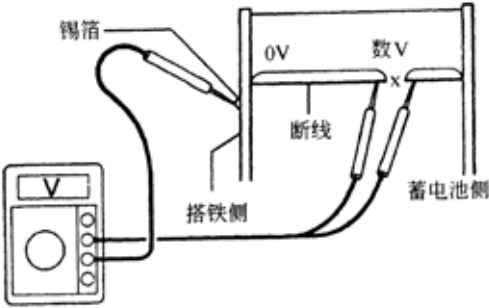

图 9-237
4)在蓄电池一边，将伏特表正极表笔沿着除雾器导线放置。在搭铁一边，将伏特表负极表笔压在锡箔上。从蓄电池到搭铁一边滑动正极表笔。如果电压由数 V 突变为 0V 处，即是线路断开点。如图 9-237 所示。